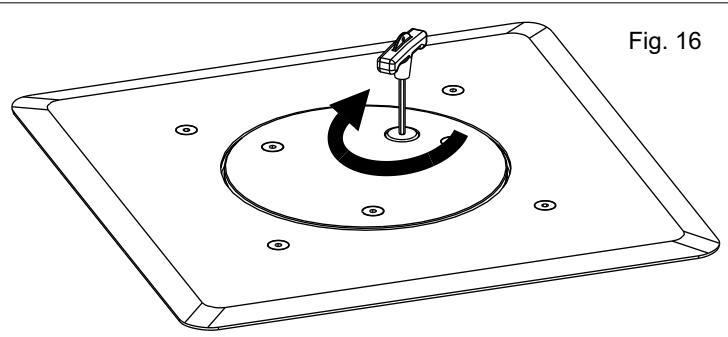

Fig. 16
9.3. Quand la borne est complètement descendu, rébloquer la borne tournant la clef dans le sens des aiguilles d'une montre et revisser le bouchon (Fig.16).